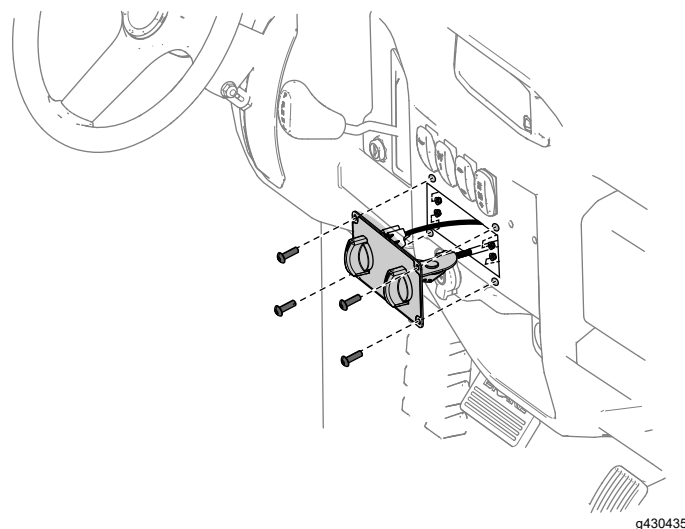

Figura 10
11. Enrute el cable de control, la válvula del agua y el arnés de cables a través del salpicadero y fije el conjunto del panel de control en el salpicadero con 4 pernos de cabeza de botón ($\frac{5}{8}$ ") y 4 contratruercas (n.º 10-24); consulte la Figura 10. Apriete los pernos a 3 N·m.